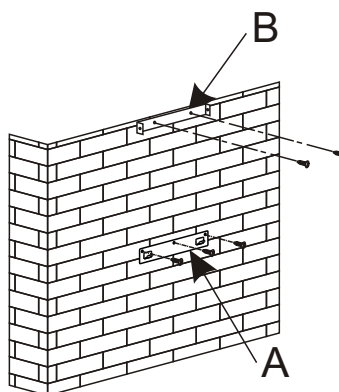

Fig. 1
A sua instalação possui uma saída para o exterior (fig. 1)
- Trace na parede os 3 orifícios que tem de fazer utilizando o gancho de suspensão do exaustor fornecido e respeitando a distância aconselhada (peça A da fig. 1).
- Fixe o suporte de fixação do exaustor, certificando-se de que fica totalmente nivelado (peça A fig. 1).
- Calcule a altura final para fixar o apoio em U do suporte da chaminé (peça B da fig. 1).
- Faça os 2 orifícios de 8 mm e fixe o apoio do suporte da chaminé certificando-se de que fica exactamente no eixo do exaustor (peça B da fig. 1).